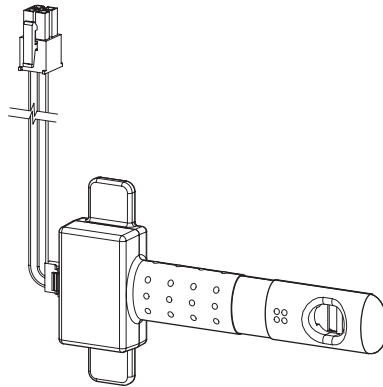

Fig. 1. Interruptor de flujo de aire.
**FH8000A** – Estos modelos están diseñados para ser utilizados con un controlador de aire, y están equipados con un interruptor de flujo de aire (ver Fig. 1) que sólo suministrará energía cuando el soplador del controlador de aire esté en funcionamiento. Estos modelos están diseñados para ser alimentados por una fuente de energía monofásica de 208 a 230 V CA.